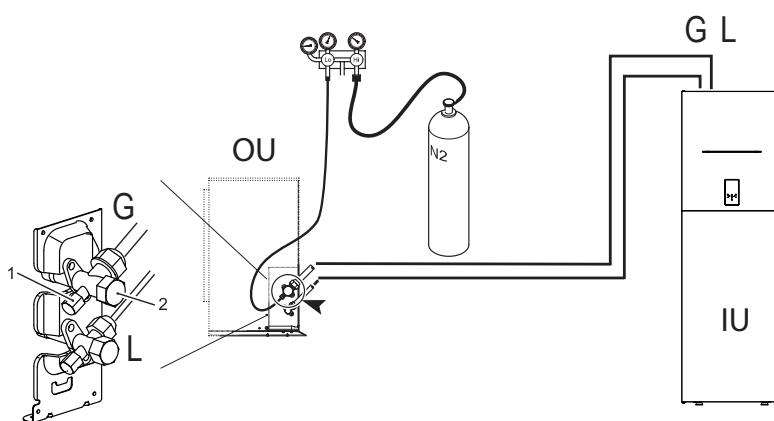

fig. 13 - Testi i rezistencës ndaj ajrit dhe zbulimi i rrjedhjeve
- Me rubinetat e njësisë së jashtme plotësisht të mbyllura, hiqni kapakun e rubinetit të shërbimit (pjesa 1 - fig. 13) dhe rakordin (pjesa 2 - fig. 13) e valvulës së gazit (atë më të madhen)